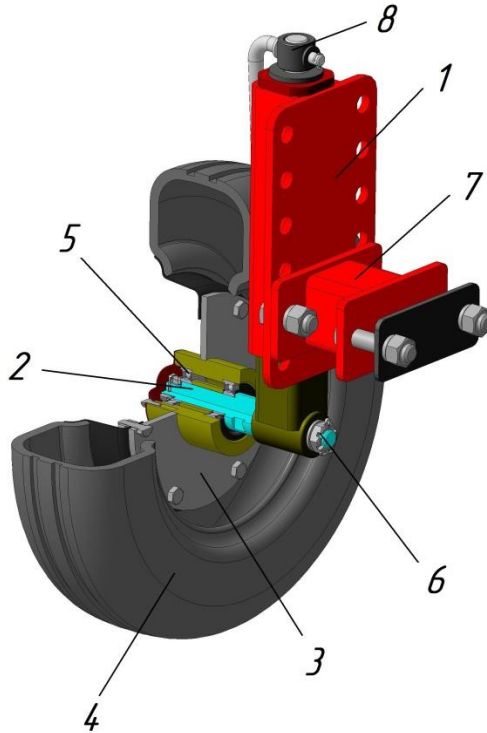

Рисунок 9 – Колесо опорное
3.5 Опорные колеса (рисунок 9) обеспечивают возможность передвижения машины в процессе работы и копировку рельефа почвы. Для изменения высоты скашивания ботвы предусмотрен механизм регулировки высоты колёс.
Расстояние между колесами устанавливается 2800 мм. При необходимости установки расстояния 3000 мм необходимо снять переходник 7 на обоих колесах (см. рисунок 9).